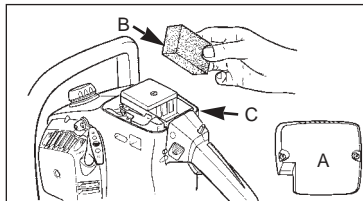

Abb. 18
- Entfernen Sie die obere Abdeckung (A), indem Sie Befestigungsschrauben der Abdeckung entfernen. Die Abdeckung lässt sich dann abnehmen.
- Heben Sie den Luftfilter (B) aus dem Luftkasten (C) (Abb. 18).